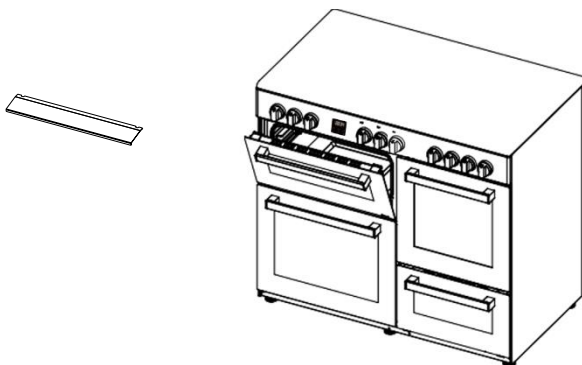

Figure 24
1. Un panneau de sécurité est conçu pour protéger le panneau de commande et les boutons lorsque le four est en mode gril. (figure 24)